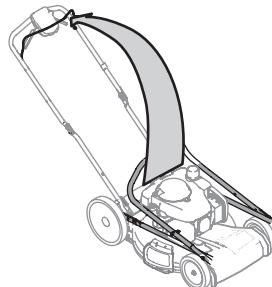

Figura 7
3. Mientras se estabiliza la cortadora de césped para que no se mueva, levante y gire suavemente la manija superior hasta la posición de funcionamiento (Figura 7). Asegúrese de que la manija inferior esté asentada firmemente sobre los soportes de la manija. No prese los cables del control de la transmisión o de la cuchilla mientras levanta la manija.